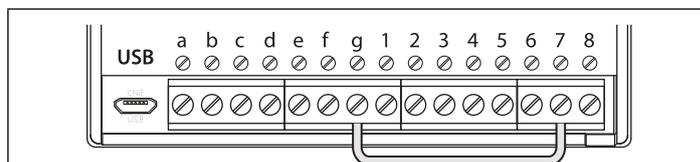

Fig. 60
2. Cortocircuitare i terminali g e 7 sul retro del modulo GSM PRO, come indicato in **Fig. 60**.